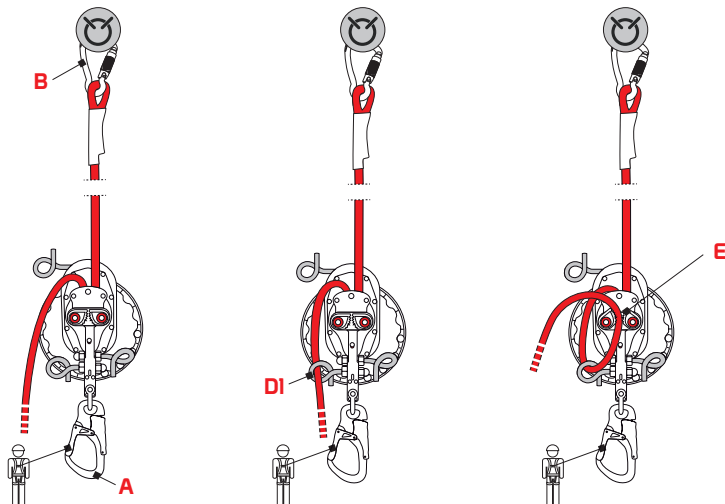

Abb. 8
- a) die Ausrüstung mit einem Verbindungselement (B) an einem Anschlagpunkt nach EN 795 einhängen,
- b) das Verbindungselement (A) an dem Anschlagpunkt des eigenen Auffanggurts befestigen,
- c) das freie Seil erst in die Anschlagöse (D1) und dann in die Klemmnocke (E) einlegen - Abb. 8,